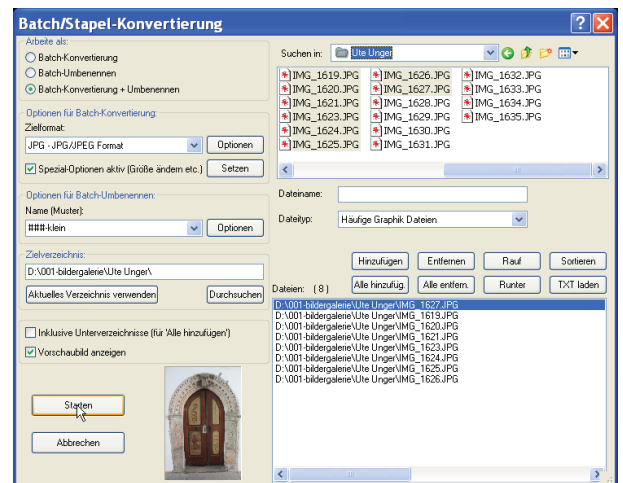

Abb. 8-5: Stapelverarbeitung in IRFAN VIEW
- Größere Mengen von Bilddateien können komfortabel umbenannt werden mit M DATEI | BATCH-KONVERTIERUNG/UMBENENNUNG. Im gleichen Fenster (Abb. 8-5) ist die gezielte Änderung von Bildeigenschaften wie Größe, Auflösung und Farbtiefe für ganze Bilderserien möglich.